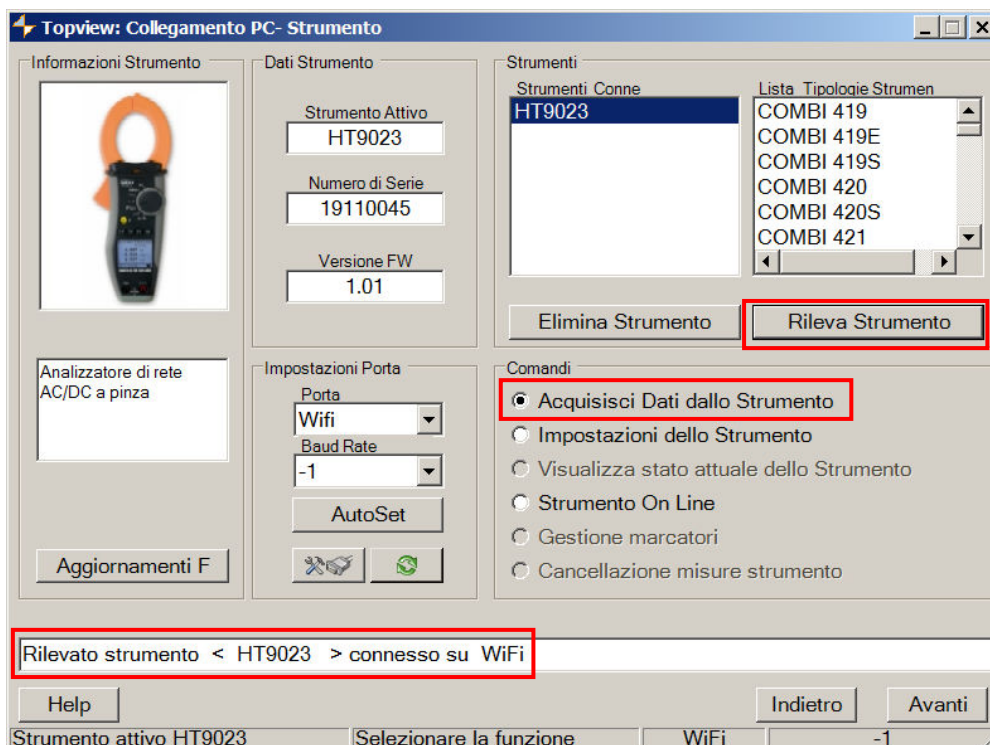

Fig. 16: Riconoscimento strumento sul software TopView
6. Lanciare il software TopView, aprire la sezione “**Collegamento PC-Strumento**”, eseguire il comando “Rileva Strumento” e verificare il riconoscimento (vedere Fig. 16)